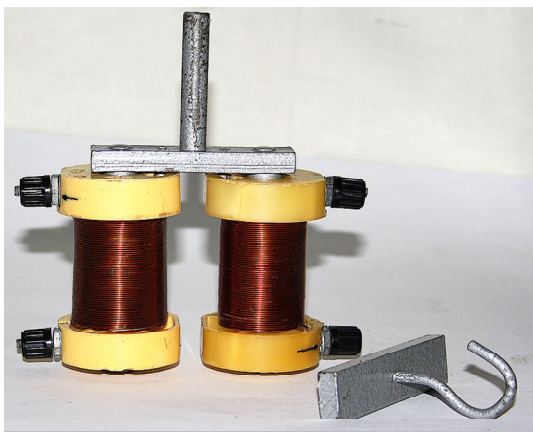

Рис. 20
1. Зберіть електромагніт. Для цього на кожен з стержнів осердя надіньте котушку так, щоб шпилька в планці попала в поздовжній паз на щічці котушки, і поверніть котушку на  $90^\circ$  відносно стержня осердя. При надіванні затискачі котушки повинні бути перпендикулярними до планки, а після повороту – розташовані вздовж планки (див. рис. 20).